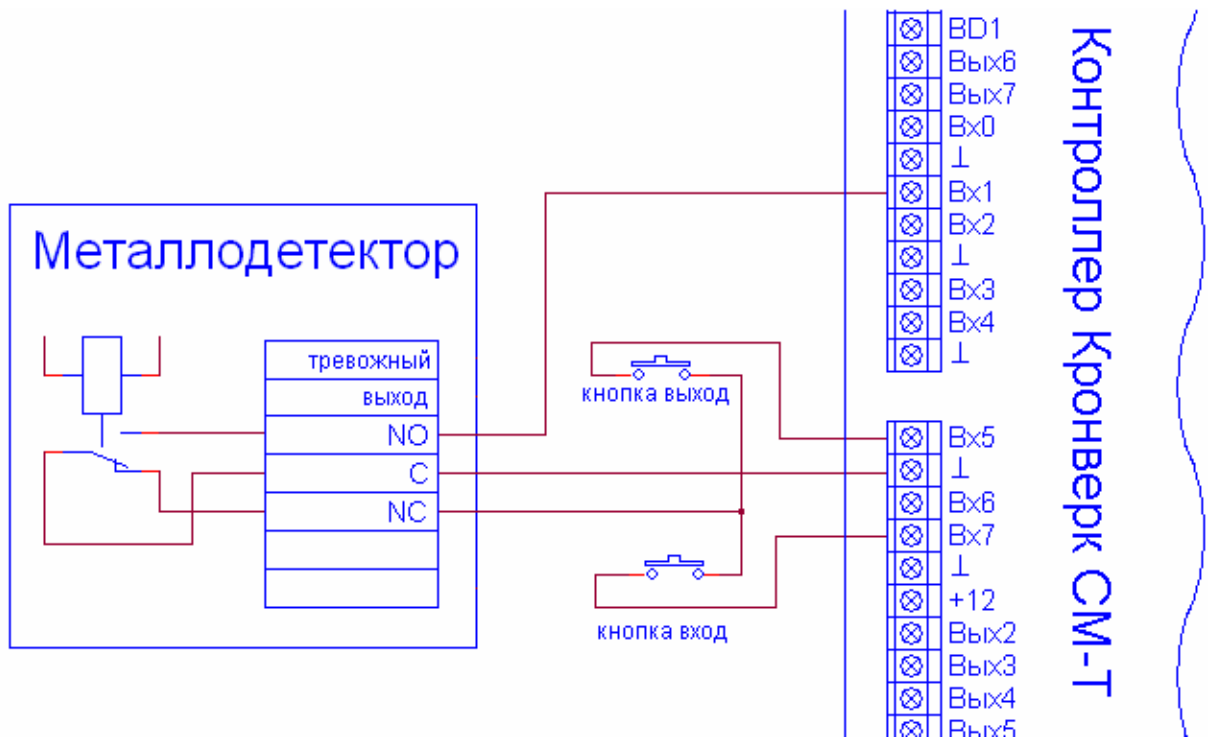

Рис. 3
Подключение «досмотровых» датчиков (в рассматриваемом примере это металлодетектор) приведено на рис. 3 (для построения тамбур-шлюза согласно п.1) и на рис.4 (при построении пропускного пункта в соответствии с рекомендациями п.2).
**Примечание:** схема показанная на рис. 3 при тревоге блокирует работу кнопок ДУ. Такую схему целесообразно использовать для тамбур-шлюза, рассмотренного в п. 1. При построении тамбур-шлюза согласно п.2 достаточно подключить выход тревожного реле металлодетектора (или иного датчика) к охранному входу одного из контроллеров «Кронверк АТ+». При тревоге по этому входу происходит изменение режима доступа для дверей тамбур-шлюза (например смена режима «системный» на режим «закрывается»)
При подключении металлодетектора в соответствии с рис. 3 активизация тревожного реле разрывает цепи подключения кнопок ДУ, лишая возможности нарушителя открыть дверь изнутри тамбура. Одновременно активизируется тревожный вход 1, что приводит к формированию тревоги.